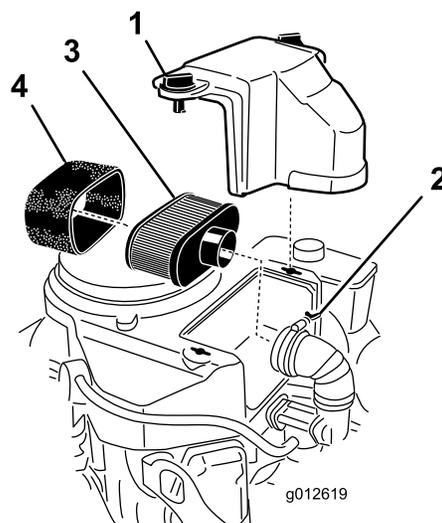

Figura 41
3. Pulite intorno al filtro dell'aria per evitare che la morchia possa penetrare nel motore provocando gravi danni (Figura 41).
4. Allentate le manopole del coperchio e rimuovete il coperchio del filtro dell'aria (Figura 41).
5. Allentate la fascetta stringitubo e rimuovete il gruppo filtro dell'aria (Figura 41).
6. Tirate via con cautela l'elemento in schiuma sintetica dall'elemento di carta (Figura 41).
Nota: Se è molto sporco, sostituite l'elemento di carta con un elemento nuovo (Figura 41).
1. Infilate con cautela l'elemento in schiuma sintetica sull'elemento di carta (Figura 41).
2. Collocate il gruppo filtro dell'aria sull'apposita base o flessibile e fissatelo (Figura 41).
3. Posizionate la copertura del filtro dell'aria e serrate la manopola di copertura (Figura 41).